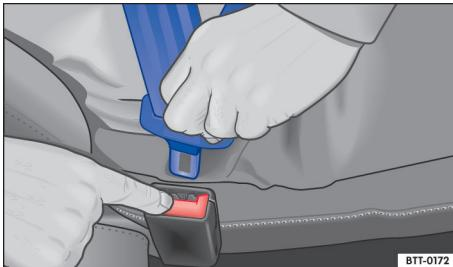

图 29 从安全带锁扣内松开锁舌
- 按住锁扣上的红色按钮 → 图 29, 安全带锁舌自锁扣内自动弹出。